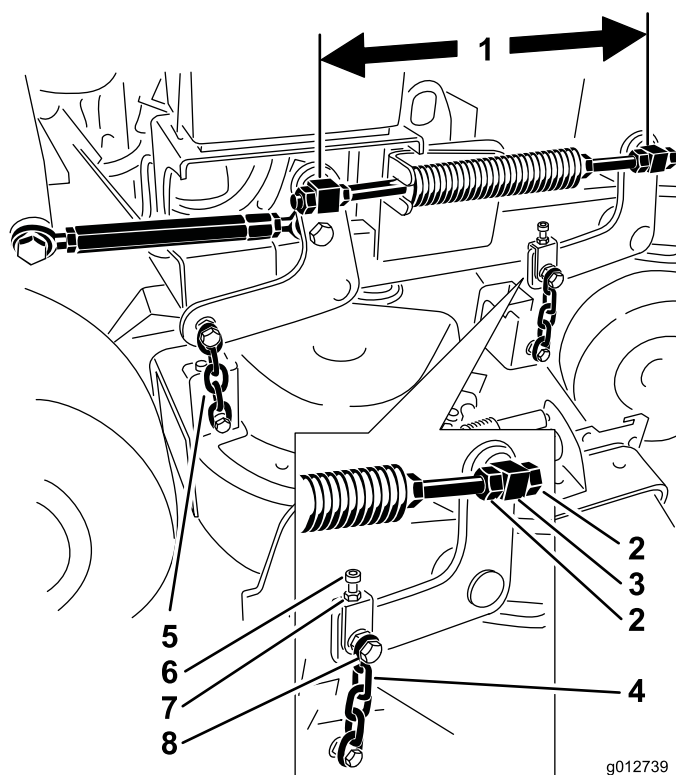

Figura 83
6. Compruebe la distancia entre los pivotes; mida del centro de un pivote al centro del otro (distancia entre centros) en la varilla roscada. Esta distancia debe ser de 49,5 cm (19-1/2 pulgadas) para carcassas de corte de 36 pulgadas (91 cm), y de 43,7 cm (17-3/16 pulgadas) para carcassas de corte de 40 pulgadas (102 cm) (Figura 83).
9. Utilice las contratuercas del pivote delantero para ajustar la longitud entre los pivotes delantero y trasero en ese lado (Figura 83).
11. Utilice el perno de ajuste para obtener la misma tensión en ambas cadenas delanteras (Figura 83).
5. Afloje la tuerca del perno superior de la cadena y la contratuerca del perno de ajuste (Figura 83).
6. Apriete o afloje el perno de ajuste para obtener una distancia de 6 a 10 mm (1/4 a 3/8 pulgadas) menos en la parte delantera, en **A** que en la parte trasera, en **B** (Figura 83).